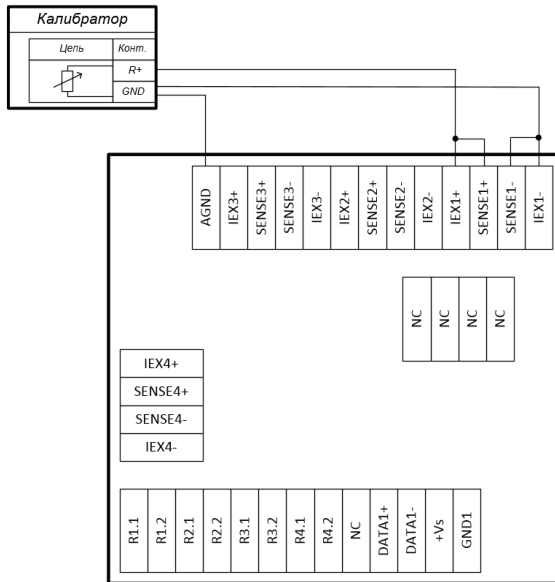
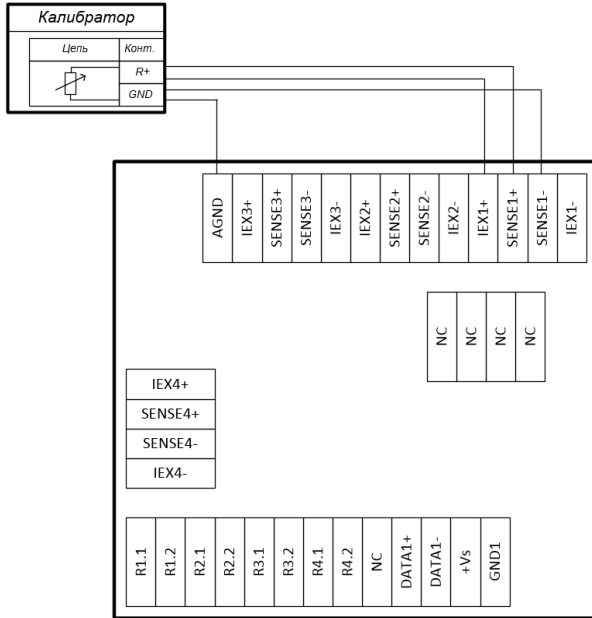

Рис. 4.2. Подключение прибора для юстировки термосопротивлений по трехпроводной схеме соединения MCT-4UT-4R-24
Рис. 4.3. Подключение прибора для юстировки термосопротивлений по четырехпроводной схеме соединения устройства МСТ-4УТ-4R-24
При использовании трехпроводной схемы включения датчика (рис. 4.2) юстировку следует проводить с проводами реальной длины (как в условиях эксплуатации). Это позволит скомпенсировать в процессе юстировки паразитное падение напряжения на проводах.
- подготовить необходимую проводную схему подключения калибратора к модулю (рис. 4.2 или рис. 4.3). **Важно! Юстировка выполняется по первому каналу модуля;**